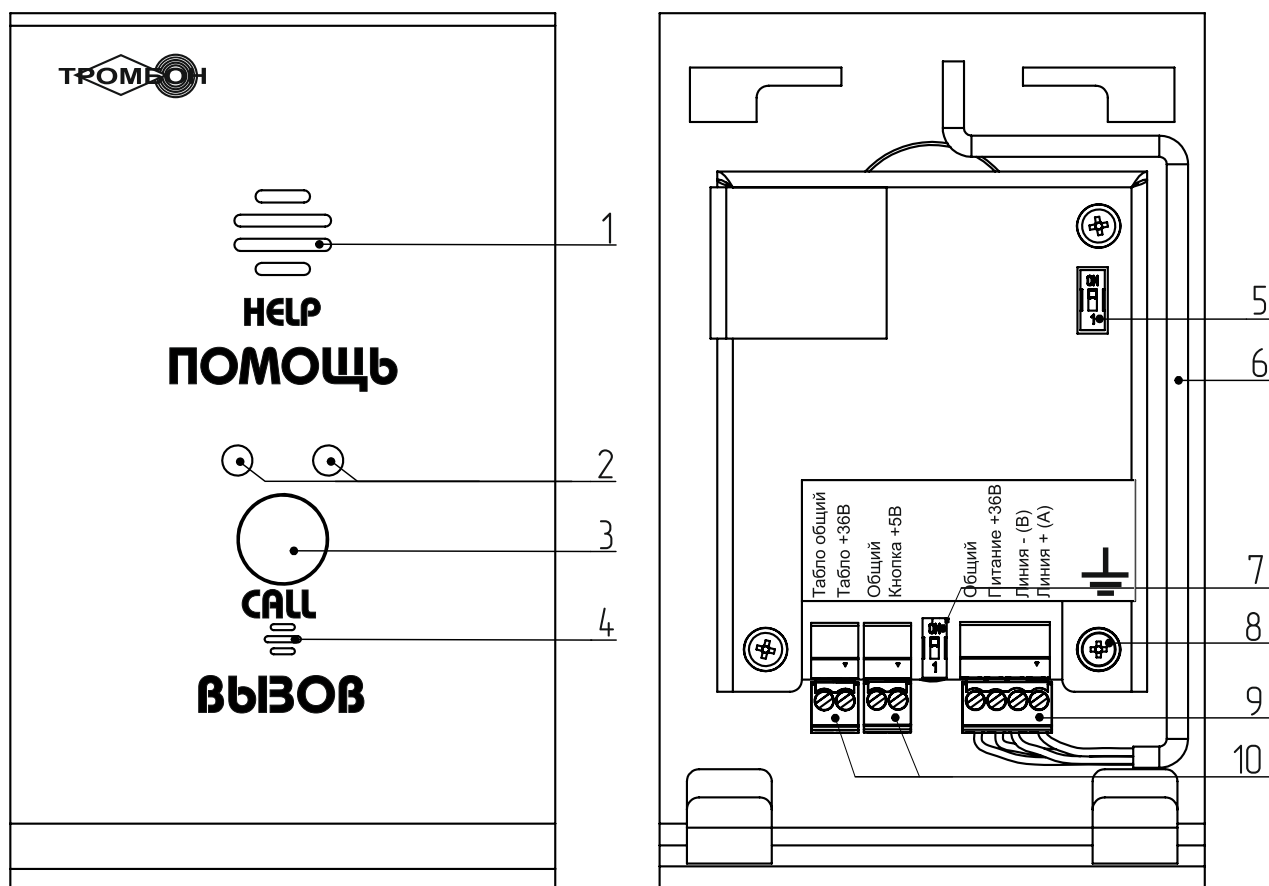

Рис. 1. Внешний вид «Тромбон СОРС-АВУ» исполнение Н (М) и вид на АВУ со снятым основанием.
4). Снимите разъем поз. 9 рис. 1, и подключите к нему линию связи с ЛБС и другими АВУ системы. АВУ подключаются к линии связи с ЛБС последовательно, соединений типа «звезда» на одной линии не допускается. Схема подключения указана в приложении 2.
5). Снимите разъемы поз. 10 рис. 1, и подключите к ним устройства помощи МГН. Схема подключения представлена в приложении 3.
6). Включите согласующие резисторы у последних АВУ в каждой линии. Включение резистора выполняется переводением переключателя рис. 1, поз. 7 в положение включено (ON).
6). Установите разъемы линий связи на место. Подключите к винту рис. 1, поз. 8 экранирующие оплетки кабелей связи с ЛБС и другими АБУ.
При изменении конфигурации системы или установке в систему ранее использованного АВУ, необходимо выполнить смену его адреса на заводской (по умолчанию). Только после этого возможно запрограммировать это АВУ в систему. Для смены адреса на заводской необходимо включить переключатель рис. 1 поз. 3, после этого подать питание на АВУ. Адрес АВУ будет заменен на заводской. После этого необходимо выключить переключатель и запрограммировать АВУ в систему.